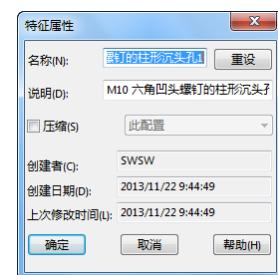

图 5-21 “特征属性”对话框
**04** 对话框方式：在“FeatureManager 设计树”中，选择需要压缩的特征，然后单击鼠标右键，在快捷菜单中选择“特征属性”选项。在弹出的“特征属性”对话框中选择“压缩”复选框，然后单击“确定”按钮，如图 5-21 所示。